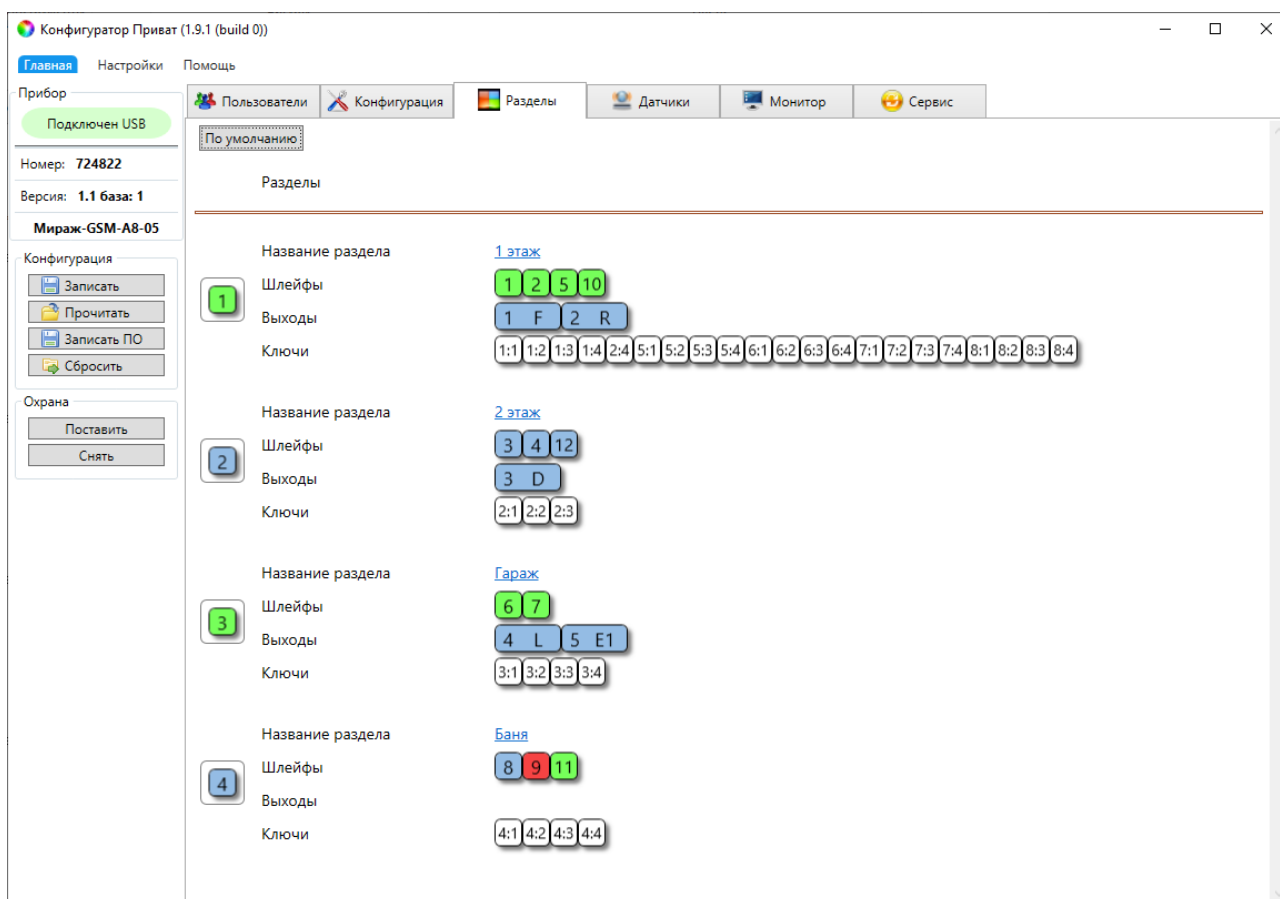

Рисунок 12.3 — Распределение радиоустройств по 4 разделам в конфигурации контроллера Мираж-GSM-A8-05 (*STEMAX Приват*)
- *Раздел*: выберите раздел радиоустройства в раскрывающемся списке в поле *Раздел* на вкладке *Датчики* программы *STEMAX Конфигуратор*. В программе *STEMAX Приват* это поле отсутствует. В этой программе левой кнопкой мыши перетаскивайте значок радиоустройства в нужную область на вкладке *Разделы* программы (см. рисунок 12.3).